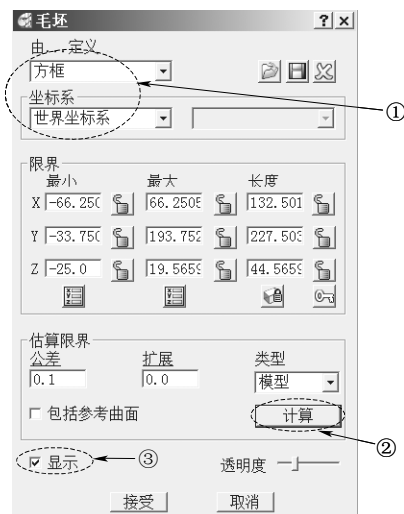

图 1-21 计算毛坯
5) 计算毛坯: 在 PowerMILL “综合”工具栏中, 单击“创建毛坯”按钮, 打开“毛坯”表格, 按图 1-21 所示依次设置参数, 单击“接受”按钮关闭“毛坯”表格, 系统将根据零件尺寸自动计算出毛坯。